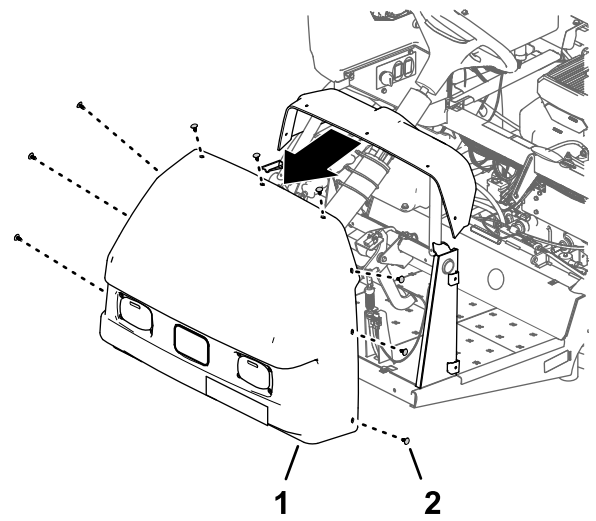

図 15
3. 機体からフードを外す 図 15。
2. フードをダッシュボードと車体フレームに固定している押し込みファスナー 9 個を外す 図 15。